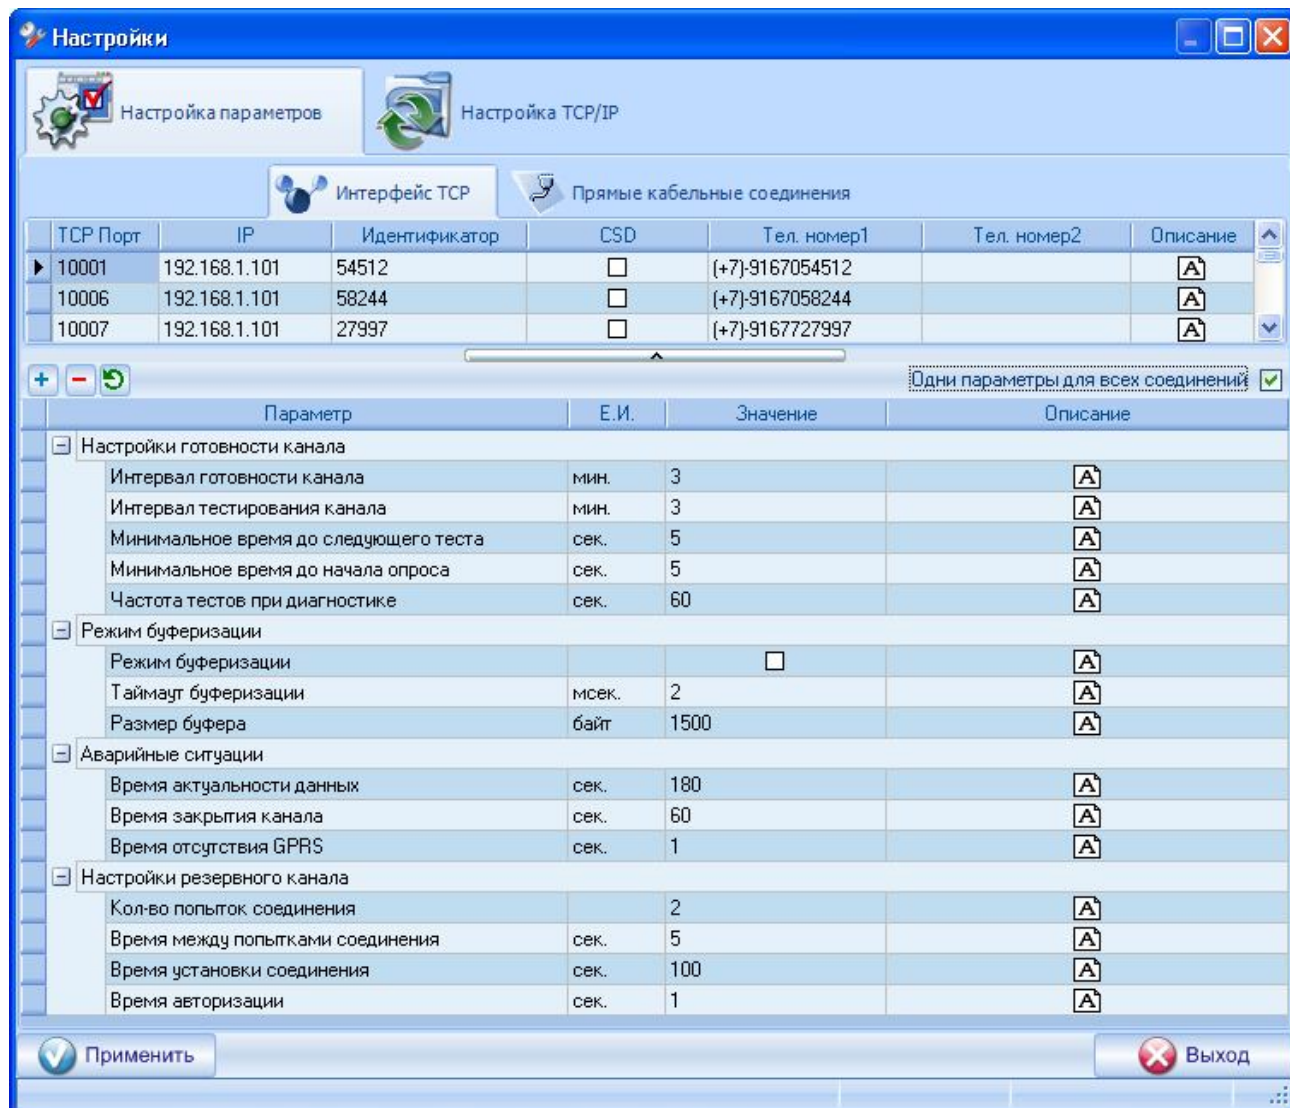

Рисунок 52 - Добавление нового соединения
- С помощью мыши, нажимаем на кнопку «+», расположенную в области разделителя окна настроек. После этого появится строка с основными параметрами соединения (рисунок 52). Также, в нижней части окна настроек появится таблица дополнительных параметров настройки канала;